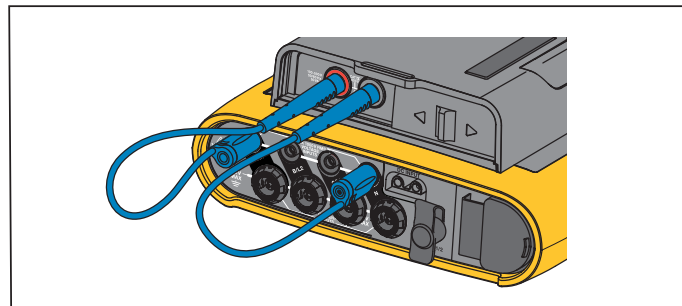
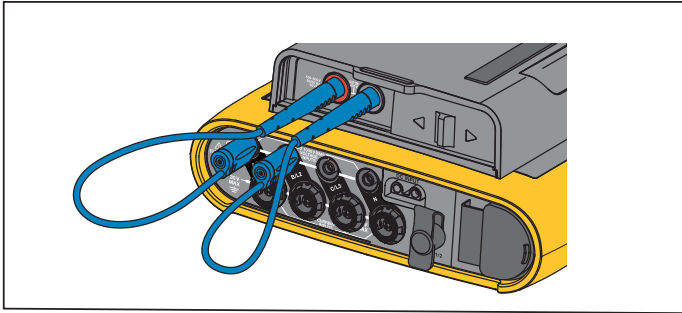

Abbildung 6. Messung mit Neutralleiterspannung und Gerätestromversorgung
Abbildung 7. Messung ohne Neutralleiterspannung und Gerätestromversorgung
3. Schließen Sie die nicht stapelbaren Stecker (siehe Abbildung 6 und Abbildung 7) an die Netzteileingänge und die stapelbaren Stecker an den Logger an. Die Prüfleitungen sind für Messung/Überspannung CAT III 1000 V und CAT IV 600 V zugelassen.